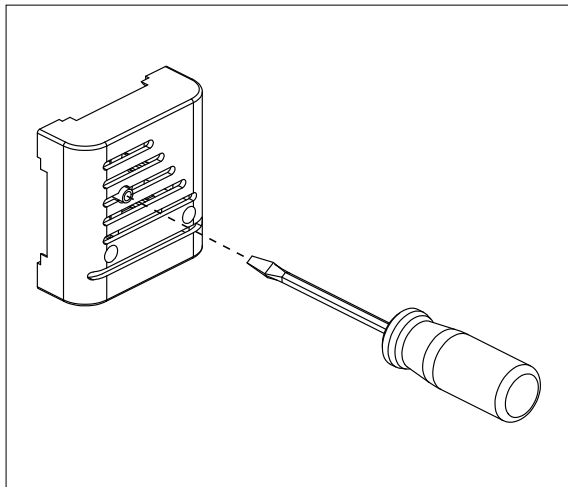

Bild 7.12-1: Återaktivering av överhettningsskyddet
- Bastuaggregatets överhettningsskydd har löst ut: orsaken till att överhettningsskyddet har utlöst måste utredas! Överhettningsskyddet kan återaktiveras genom att klicka på temperatursensorn (bild 7.12-1).